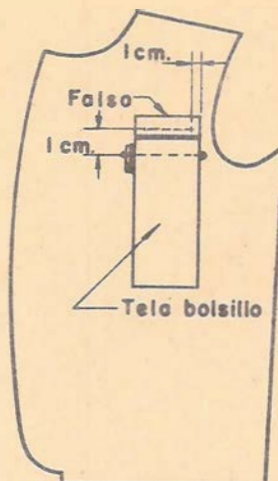

Fig. 2
- 1) Se coloca una fuerza frente a los puntos por el revés del delantero, se sobrepone al delantero la aletilla ( derecho con derecho) haciendo coincidir el trazo de ésta con los puntos del delantero, como indica la figura 1; se levanta la tela del bolsillo y se cose recto de uno a otro punto, cuidando de que casen las listas cuando el paño es listado, y de centrar la aletilla. ( Fig. 2 ).